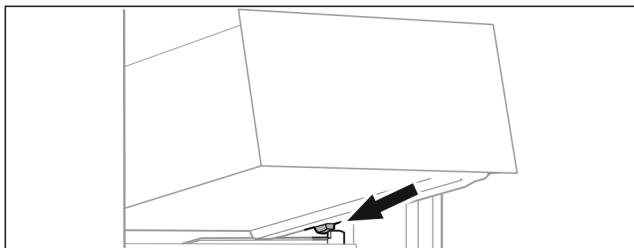

Fig. 63
- Поставете чекмеджето под ъгъл зад ограничителите върху реброто на съда. (виж Fig. 63)